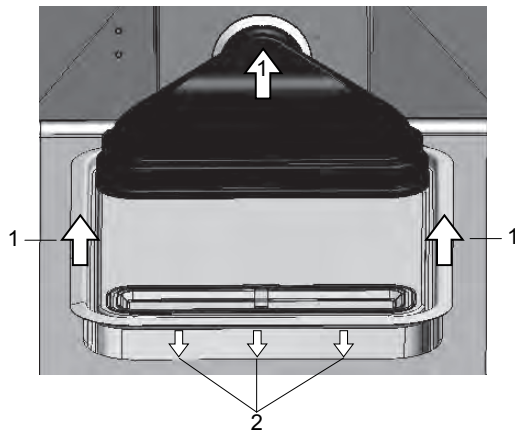

図 4-7. エアボックスの取付
7. 貯水槽カバーの前側を上にあげ、背面方向にスライドさせます (図 4-7、1)。
9. 貯水槽カバーの先端を貯水槽 内にスライドさせます (図 4-7、2)。その際、エアボックスのノズルがファンの排気口に沿って動きます。